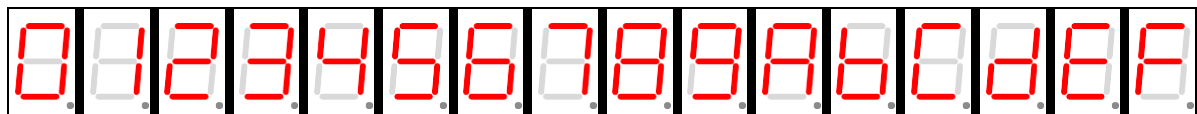

Figura 7. Representação dos dígitos de 0 a F no *display* de 7 segmentos.
5. Construa a tabela que relaciona as combinações binárias de 4 bits (dígitos 0 a F) com o respetivo código de 7 segmentos, de acordo com o circuito montado no ponto anterior e com a definição gráfica dos dígitos apresentada na Figura 7.